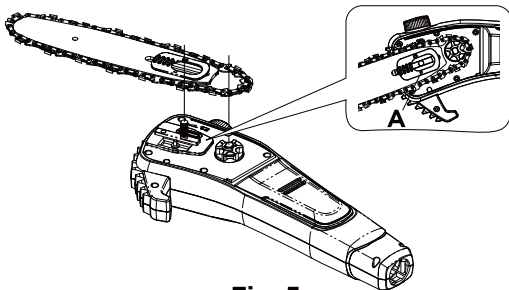

Fig. 5
3. Montez la chaîne sur le pignon d'entraînement et s'assurer que le boulon de fixation du guide s'insère dans la rainure de l'ouverture du guide-chaîne, et que la goupille de tension du guide s'insère dans la rainure (A) du guide-chaîne. (Fig. 5, 6)